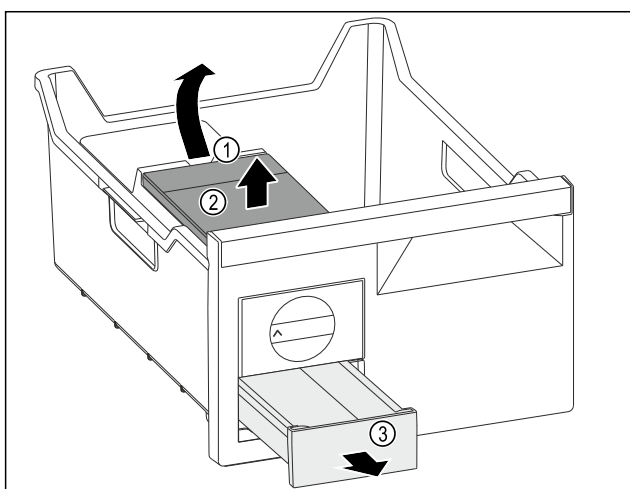

Fig. 120
- ▶ Wymowanie zbiornika wody: Zbiornik wody unieść za wycięcia Fig. 120 (1).
- ▶ Wyjąć zbiornik wody Fig. 120 (2) do góry.
- ▶ Wyjąć szufladę na kostki lodu Fig. 120 (3) do przodu.